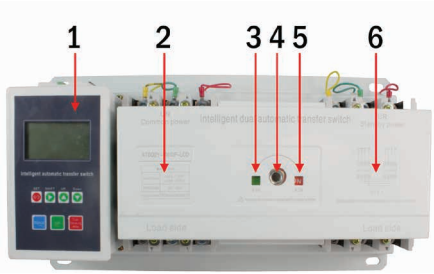

Рис. 1
- 1.2. Вставьте съемный рычаг управления в отверстие (п. 4, рис. 1).
- 1.3. Вращая рычаг управления, установите переключатель источника питания в положение OFF (оба источника питания отключены от нагрузки). Оба индикатора (п. 3, 5, рис. 1) зеленые.
- 2.2. Выберите источник питания, повернув рычаг управления в необходимое положение. Левое положение (красный индикатор основного источника питания (п. 3, рис. 1) – выбор основного источника питания. Правое положение (красный индикатор резервного источника питания (п. 5, рис. 1) – выбор резервного источника питания.